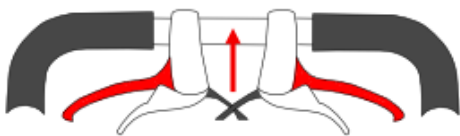

Bild 1
- Um die Räder zu blockieren, ziehen Sie die oberen Handbremsen an (Abbildung 1).